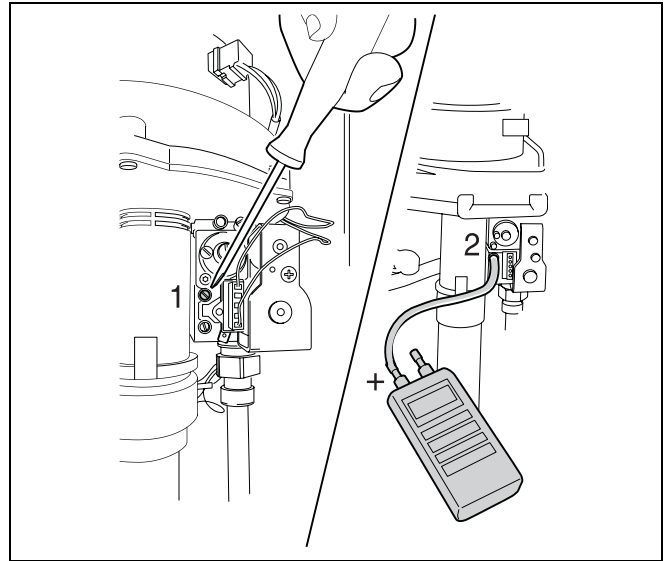

fig. 39 Meten en instellen van de gas/lucht-verhouding
- Draai de schroef in de branderdrukmeetnippel (bovenste meetnippel) twee omwentelingen los (→ fig. 39, [1]).
- Verbind de plusaansluiting van de drukmeter via één slang met de branderdrukmeetnippel (→ fig. 39, [2]).